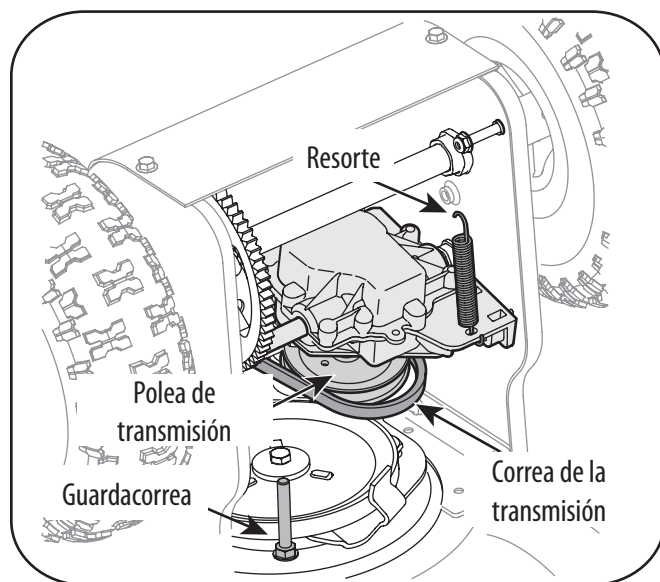

Figura 7-3
2. Quite el resorte que conecta la transmisión a un perno en el cuadro del motor. Vea la Figura 7-3.